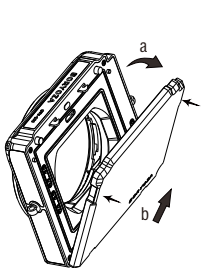
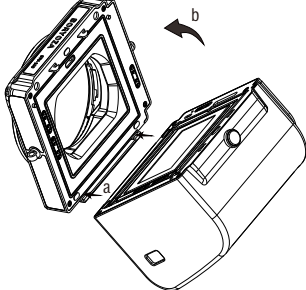

图1
图2
- 1、数码后背安装：先取下GTV-100磁吸后盖板（图1），将数码后背下端卡位卡进GTV-100下端卡扣，再将数码后背上端卡位对准GTV-100上端卡扣，稍微用力压按后背直至听到“咔吧”声卡住后背，为了防止意外脱落，松手之前请务必再次确认后背已经正确卡住（图2）；